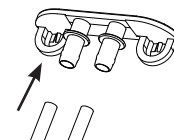

Figura 10
12. Retire los enchufes y deje que el agua se drene completamente. Consulte la figura 10.